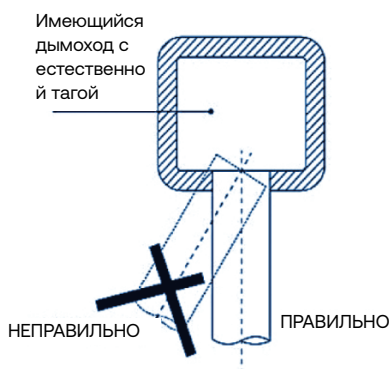

Рис.9
- Выпускная труба должна иметь перпендикулярное присоединение относительно противоположной внутренней стенки дымохода (см. рис.9);
- Выпускная труба должна иметь перпендикулярное присоединение относительно противоположной внутренней стенки дымохода (см. рис.9).